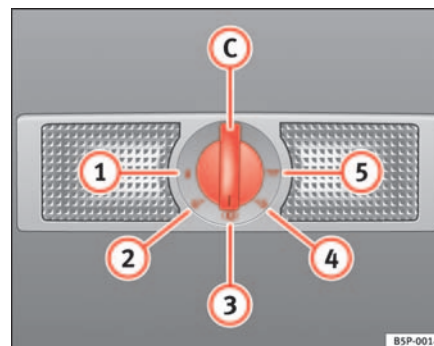

Fig. 82 Forro interior do tejadilho: iluminação interior e de leitura da parte traseira do habitáculo.
Com o interruptor ⇒ fig. 82 (C) podem ser seleccionadas as seguintes posições:
Com o interruptor na posição ⇒ fig. 82 (1) a luz interior e os spots de leitura estão desligados.